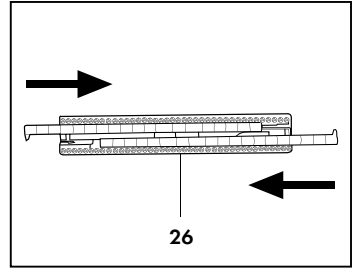

Fig. 15
Pour monter le châssis-brosse pour moquettes et tapis (26), introduire les brosses dures dans les brosses dures, avec les languettes orientées vers l'intérieur (Fig. 15).